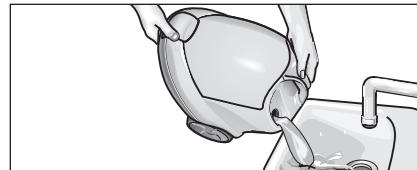

Fig. 13: Skylning af kedel
- Fyld kedlen med vand og ryst den kraftigt (der ved løsnes kalkrester, der er aflejret i bunden af kedlen). Hæld vandet ud ved at tørpe aggregatet mod hjørnet med påfyldningstragten (se fig. 13).
- Hæld resten af vandet helt ud af kedlen (se fig. 13).